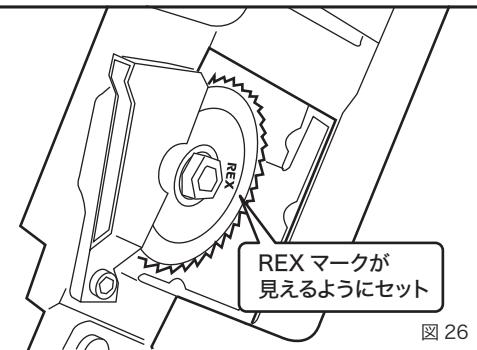

図 26
- ④刃物の取付け方向は REX マーク及び文字が刻印されている面を表に向けて取り付けてください。(図 26)
- ⑤刃物の交換が終わったら、必ずカバーを取り付け、止めねじをしっかりと取り付けてください。